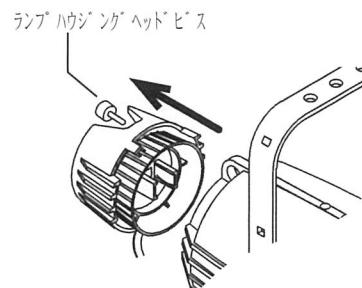

図 13
1. 清掃中に電球を破損しないように注意して下さい(図 13)。